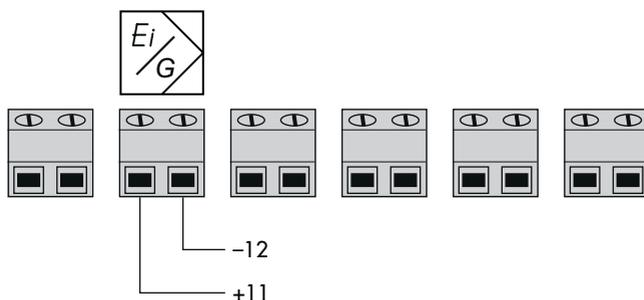

Fig. 5-27: Raccord du signal de réglage en mA
- Raccorder la tension d'alimentation (signal de commande mA) selon la Fig. 5-27.